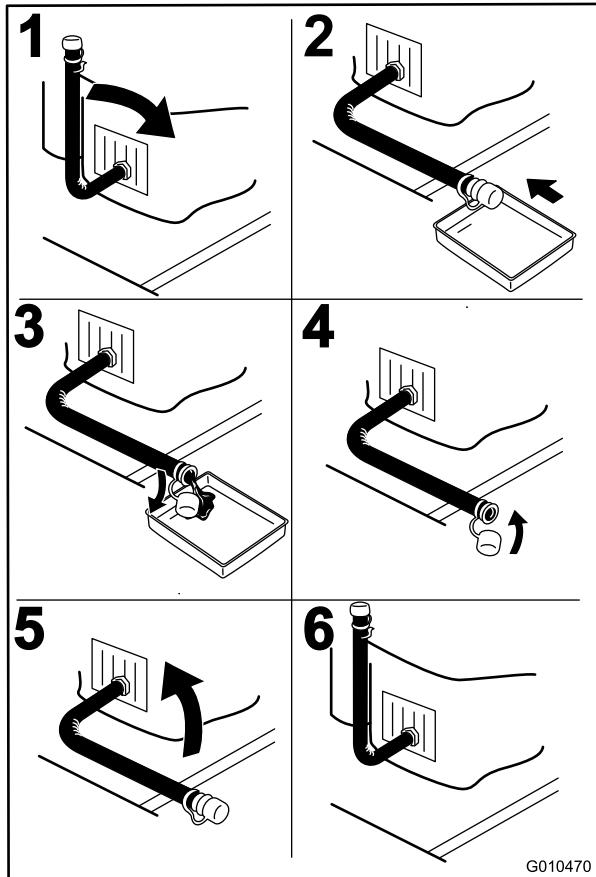

Figura 37
4. Pare el motor, retire la llave y espere a que se detengan todas las piezas en movimiento antes de abandonar el puesto del operador (Figura 37).